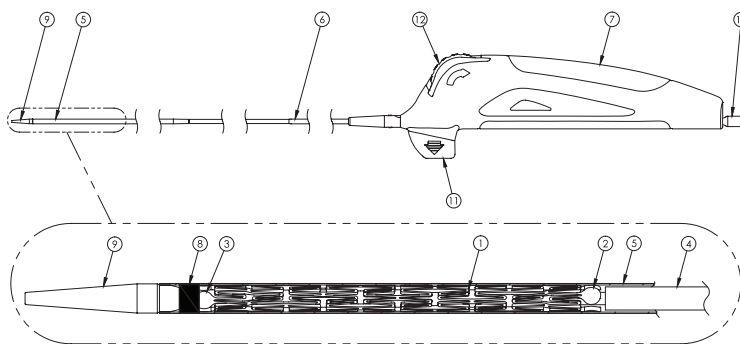

Рисунок 1. Венозный самораскрывающийся стент Abre™
- Как показано на рис. 1, самораскрывающийся стент Abre™ вырезан из нитиноловой трубки (никель-титановый сплав) и имеет конструкцию открытой решетки (1) со встроенными нитиноловыми маркерами на заднем (2) и переднем конце (3) стента. После развертывания стент Abre оказывает направленное вверх усилие, чтобы поддерживать свою проходимость.
- Как показано на рис. 1, система доставки Abre™ имеет корпус триаксиальной конструкции, состоящий из узла внутреннего стержня (4), втягиваемого интродьюсера (серебристый, 5), изоляционного интродьюсера (синий, 6) и эргономичной рукоятки (7). Узел внутреннего стержня заканчивается гибким кончиком катетера (9) и начинается у лужеровского разреза (10). Развертывающая рукоятка (7) имеет съемный стопорный штифт (11), рифленое колесико (12) и лужеровский разрез (10).
- Рентгеноконтрастные маркеры, расположенные на заднем и переднем конце стента, служат ориентиром при позиционировании стента в целевом пораженном участке перед развертыванием стента Abre. На развертывающей рукоятке имеется один лужеровский разрез. При вращении рифленого колесика на развертывающей рукоятке втягиваемый интродьюсер (серебристый) отводится назад. Стопорный штифт предотвращает развертывание стента перед его использованием; чтобы задействовать рифленое колесико, стопорный штифт следует извлечь. Стент Abre развернут полностью, когда рентгеноконтрастный маркер (8) на втягиваемом интродьюсере (серебристом) проходит за встроенные нитиноловые маркеры на заднем конце стента. Уникально спроектированный изоляционный интродьюсер (синий, подсоединенный к развертывающей рукоятке) улучшает управление и точность доставки стента.